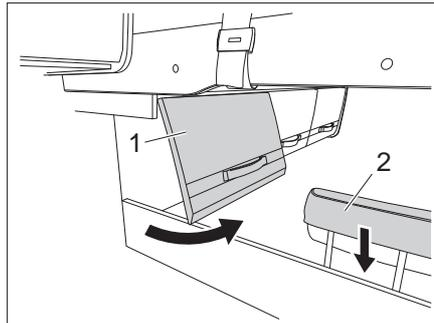

Bild 131 Staufach-Klappe und Kopfstütze
- Staufach-Klappe (Bild 131,1) öffnen.
- Kopfstütze (Bild 131,2) absenken.